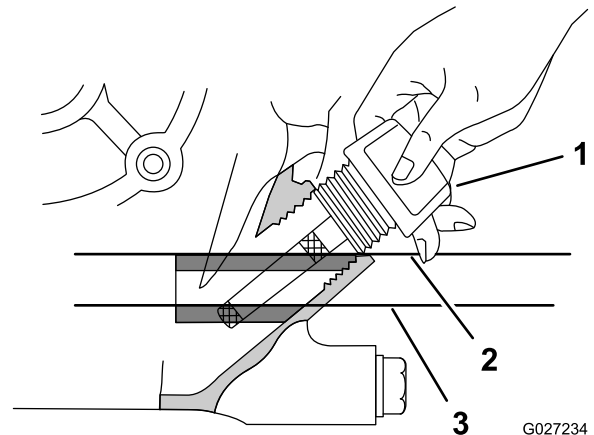

Bild 11
3. Stecken Sie den Peilstab des Motors wieder ein, wie in Bild 11 dargestellt.